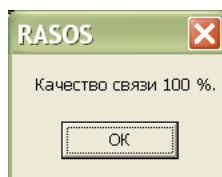

Рисунок 14 - Качество связи
4) Качество связи с БКД-М должно быть 100 % (рисунок 14).